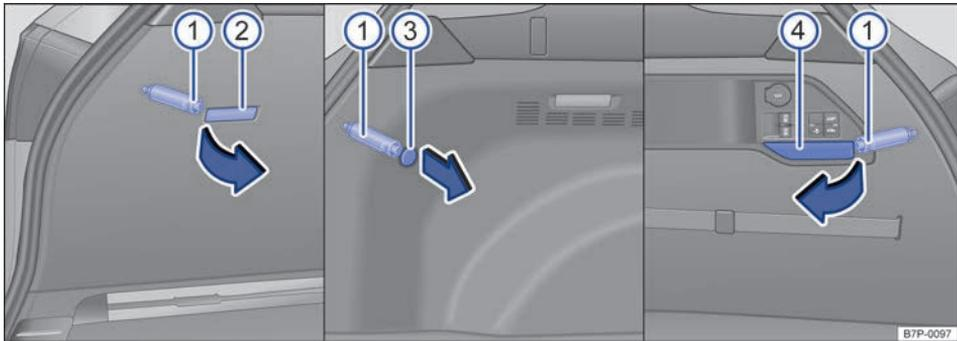

Fig. 283 En los lados del maletero: luz izquierda del maletero ⌚, tapa izquierda ⌚, tapa derecha ⌚ y tornillo central ⌚.
3. Desmonte las tapas → fig. 283 ③, ④ o la luz del maletero introduciendo con cuidado la punta plana del destornillador de las herramientas de a bordo en el rebaje y haciendo palanca en el sentido de la flecha.
4. Introduzca la punta plana del destornillador de las herramientas de a bordo en el tornillo central → fig. 283 ①.
5. Desenrosque el tornillo central ① sujetando al mismo tiempo el grupo óptico. El tornillo permanece en la carrocería y tiene un seguro que impide que se caiga.
13. Con una mano sujete el grupo óptico en la posición de montaje y con la otra enrosque el tornillo central → fig. 283 ①.
15. Monte las tapas ③, ④ o la luz del maletero ②.